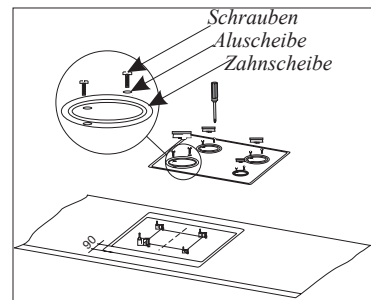

Abb. 6
- Brennerrahmen schieben, bis Massenübereinstimmung von 90 mm (Abb. 6) erreicht wird und in dieser Position den Brennerrahmen mit Blechschrauben [1] (Abb. 3) in der Palttenöffnung sperren.